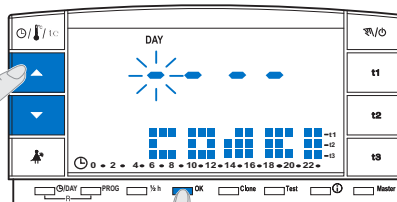
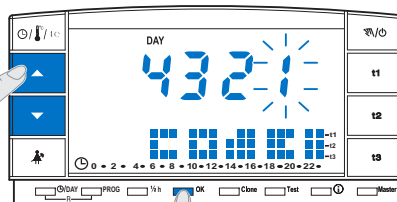

Abb. 77
Abb. 78
- Auf Display erscheint der Schriftzug **COdE II** und der erste Strich links blinkt auf (Abb. 77); geben Sie **das neue Passwort** ein, verwenden Sie dazu die Tasten ▲▼ und bestätigen Sie jeden Wert mit der Taste **OK** (Beispiel in Abb. 78).
- Wenn auf Display der Schriftzug **COdE II** erscheint, geben Sie als Passwort 4 Striche (----) ein und bestätigen jeden "Strich" mit der Taste **OK** (Abb. 77).